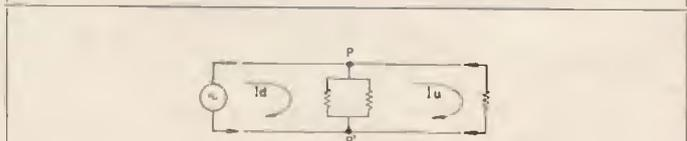

figura 4
Infine tra due punti corrispondenti P e P' viene derivata una corrente (figura 4) $I_d = V(P) - V(P') \cdot G$ dove V(P) e V(P') sono le tensioni esistenti nei due punti e $G = D + P$ è una conduttanza in parallelo costituita da due termini D e P. Il termine D è la conduttanza di dispersione che è l'inverso della resistenza in corrente continua che si misura tra i due punti moltiplicata per il rapporto R_{ca}/R_{cc} . P è invece un termine che assume valori significativi solo alle radio frequenze. Esso è dovuto al fatto che quando alla linea vengono applicate tensioni rapidamente variabili, l'isolante viene polarizzato ora in un senso ora nell'altro.